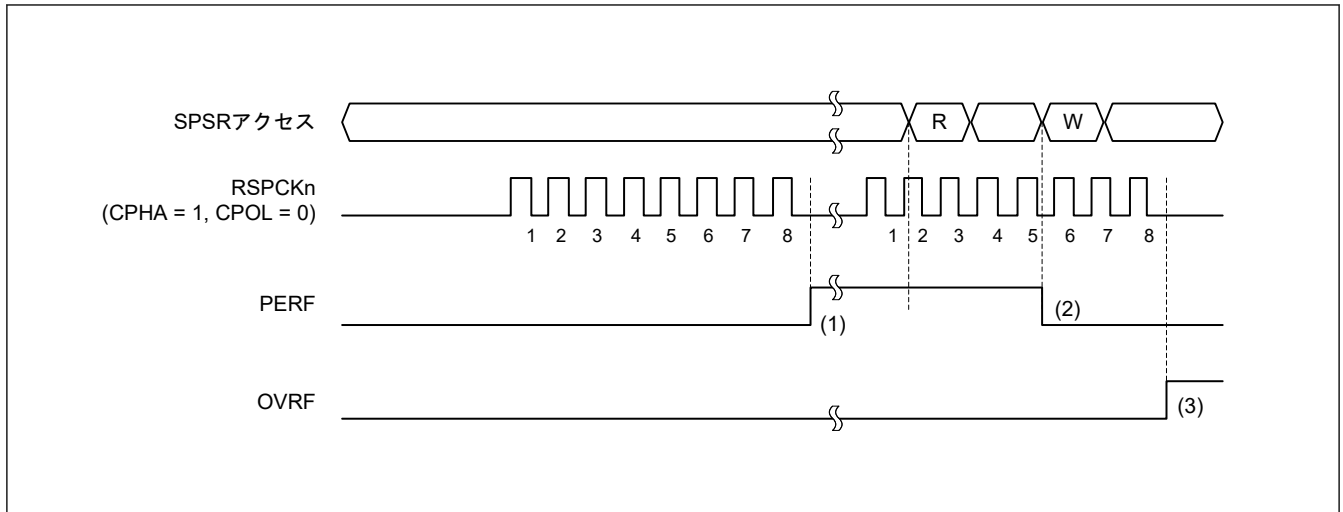

図 28.42 OVRF フラグおよび PERF フラグの動作例
図 28.42 に、OVRF フラグと PERF フラグの動作例を示します。図 28.42 に記載の SPSR アクセスは、SPSR レジスタへのアクセス状況を示しています。W は書き込みサイクル、R は読み出しサイクルを示しています。この例では、SPCR.TXMD ビットが 0、SPCR2.SPPE ビットが 1 の状態で全二重同期式シリアル通信を行います。SPCMDm.CPHA ビットが 1、SPCMDm.CPOL ビットが 0 の設定で、SPI が 8 ビットのシリアル転送を実行しています。RSPCK_n 波形の下に記載した数字は、RSPCK サイクル数 (= 転送ビット数) を示しています。
以下に、図 28.42 の (1)~(3) に示したタイミングでのフラグの動作内容を説明します。